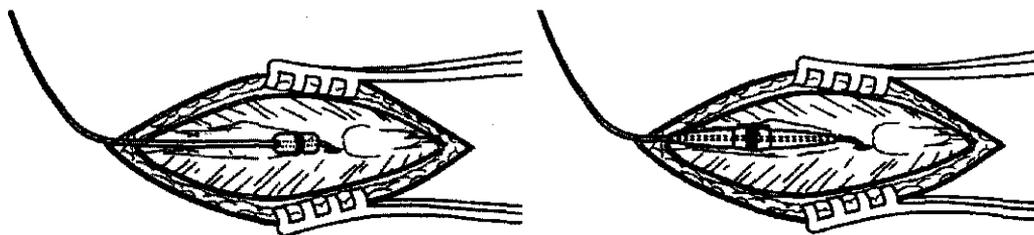

FIGURA 26
7. Suture el anclaje al ligamento interespinoso con una sutura irreabsorbible de 2/0 o equivalente (ver Figura 26). Debe crearse un método de protección contra tirones. Para ello enrolle la derivación sobrante proximal al anclaje en bucles de un tamaño no inferior a 2,5 cm de diámetro.